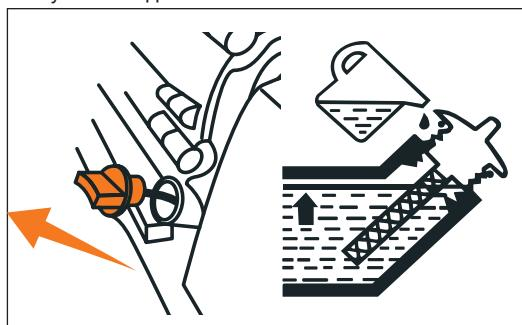

Рис. 10
- Отверните крышку маслоналивной горловины (рис. 10) из картера двигателя, достаньте щуп.
- Если уровень масла меньше нижней линии (L) на щупе, долейте масло до верхней линии (H) в картер двигателя через маслозаливную горловину.